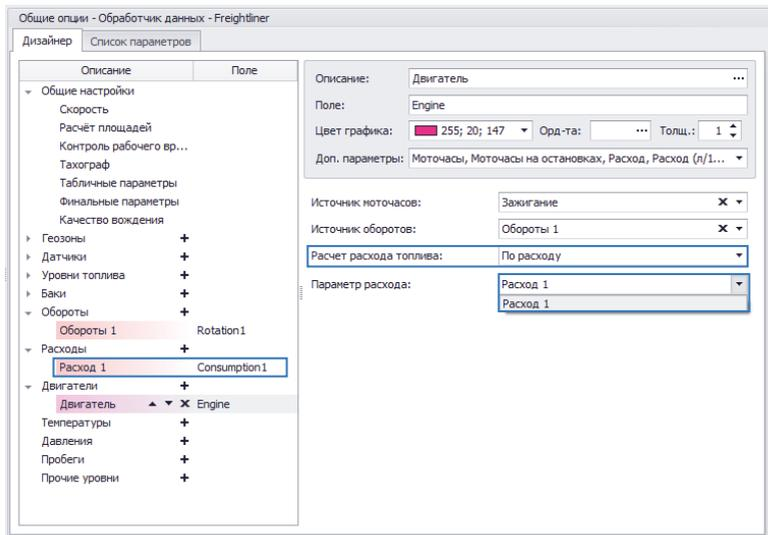

Рис.58. Расчет расхода двигателя по параметру расхода.
- **По расходу (Рис.58)** – расчет расхода двигателя по показаниям параметра расхода. Для данной опции необходимо выбрать заранее настроенный параметр расхода в поле «Параметр расхода». Для этого в программе должен быть задан хотя бы один параметр расхода, показывающий расход топлива настраиваемым двигателем. Параметр расхода должен быть добавлен в группу параметров «Расходы».